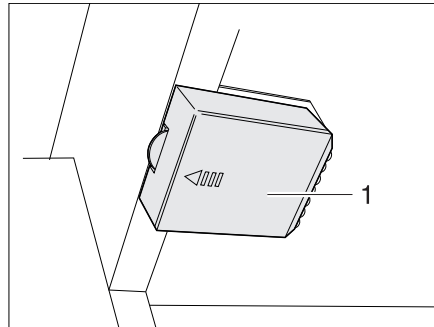

Bild 279 Kleiderschrankleuchte mit LED, Batteriefach geschlossen
- Deckel (Bild 279,1) in Pfeilrichtung aufschieben.